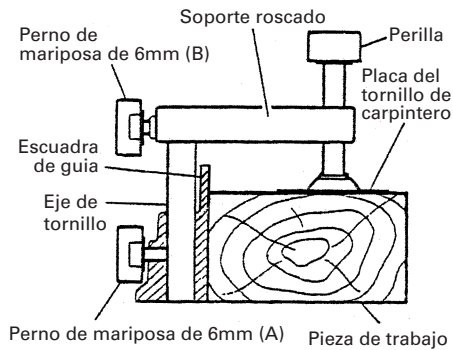

Fig. 24
- (1) El conjunto de tornillo de carpintero puede montarse en la escuadra de guía izquierda (escuadra de guía (B)) o bien en la escuadra de guía derecha (escuadra de guía (A)) aflojando el perno de orejas de 6mm (A).
- (2) El portatornillo puede elevarse o bajarse de acuerdo con la altura de la pieza de trabajo aflojando el perno de orejas de 6mm (B). Después del ajuste, apriete firmemente el perno de orejas de 6 mm (B) y fije el portatornillo.
- (3) Gire la perilla superior y fije firmemente la pieza de trabajo en su lugar (Fig. 24).